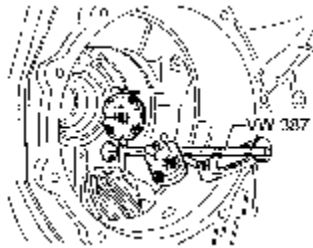

图 9-137 装上千分表
(7) 在保持压力的情况下，用手转动从动轴，以使圆锥滚柱轴承下沉。
(8) 装上千分表，千分表接杆置于从动轴端部的磨削面上，以 1mm 预紧量放置到“0”，如图 9-137 所示。